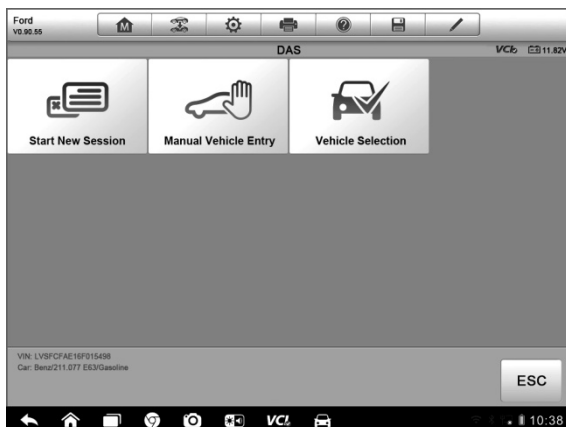

Figure 4-5 Exemple véhicule Menu de sélection
4. Sélectionnez véhicule entrée Manuel du véhicule Menu de sélection. (*Figure 4-5*) Une série d'écran d'information s'affiche, appuyez sur Oui pour continuer